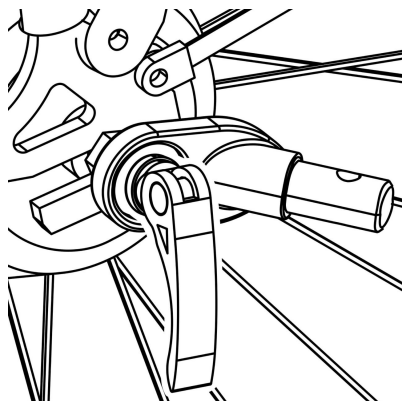

Abbildung 10
1. Schnellspanner - Achse: Entfernen Sie den Schnellspanner von der linken Seite der Hinterachse des Fahrrads. Montieren Sie die Kupplung zwischen Schnellspanner und Rahmen. Ziehen Sie den Schnellspanner gemäß der Anleitung des Fahrradherstellers fest. Die Anhängerkupplung kann am Fahrrad verbleiben, wenn der Anhänger entfernt wird (Abbildung 10).